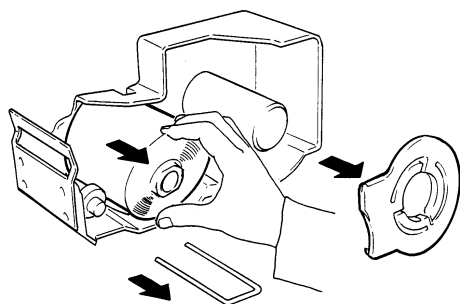
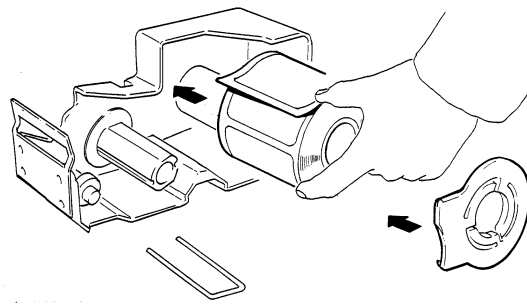

fig. 4
fig. 5
- Togliere la flangia ferma rotolo, sfilare la forcilla metallica ed estrarre la carta siliconata accumulata sul riavvolgitore (**fig.4**); ora il cassetto è vuoto e quindi pronto ad accettare il nuovo rotolo di carta o etichette. Infilare il nuovo rotolo sul supporto porta rotolo del cassetto e bloccarlo con la flangia ferma rotolo (**fig.5**)